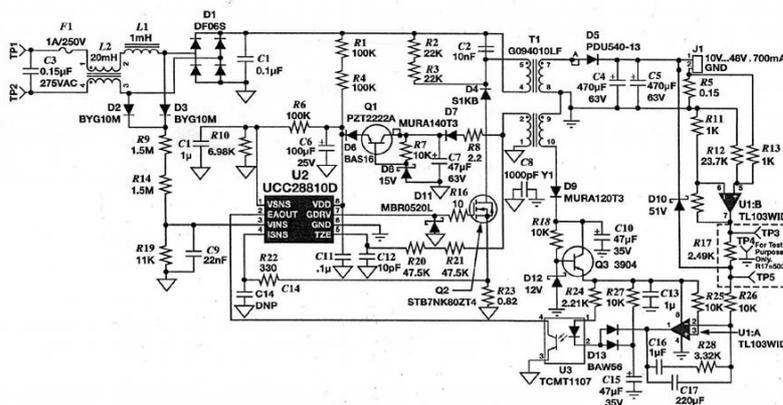

图 2 基于 UCC28810 的 34W 单级 PFC 反激式 LED 恒流驱动电源
基于 UCC28810 的 34W 单级 PFC 反激式 LED 恒流驱动电源电路如图 2 所示。这种带 PFC 的隔离型单级反激式离线 LED 驱动电路的 AC 输入电压范围为  $180 \sim 265 \text{ V}$ ，输出 DC 电压为  $10 \sim 48 \text{ V}$ ，输出恒流为  $700 \text{ mA}$ ，可以驱动  $3 \sim 13$  个串联连接的 LED，最大输出功率为  $34 \text{ W}$ ，效率达  $90\%$ ，线路功率因数  $\text{PF} > 0.9$ 。
在图 2 中，输入端 F1 为保险丝，L1、L2 和 C3、C1 为输入 EMI 滤波器，D1 是桥式整流器，D2、D3、R9、R14、R19、C9 组成输入电压检测电路，R1 和 R4 是 U2 (UCC28810) 引脚 VDD 上的启动电阻，R8、D7、C7、D8、R7、Q1 和 D6、C6 等组成 U2 (引脚 VDD) 偏置稳压电源电路，Q2 为初级功率开关，变压器初级绕组 (T1 的引脚④与⑤之间) 上并接的 R2、R3、C2、D4 组成 Q2 漏极上 RCD 型钳位电路，Q2 源极上串联的 R23 为初级电流传感电阻，T1 偏置绕组 (①与②端) 同时提供变压器零能量 (TZE) 检测信号 (经 R21、R20、C12 传送至 U2 的 TZE 引脚)。